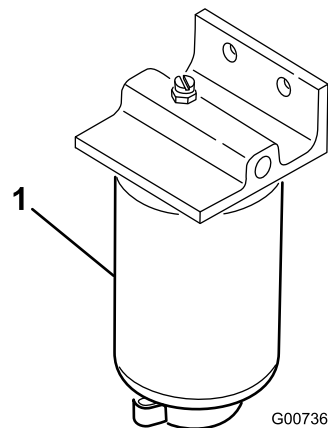

Bild 38
1. Stellen Sie einen sauberen Behälter unter den Kraftstofffilter (**Bild 38**).
2. Reinigen Sie den Anbaubereich der Filterbefestigungen (Bild 38).